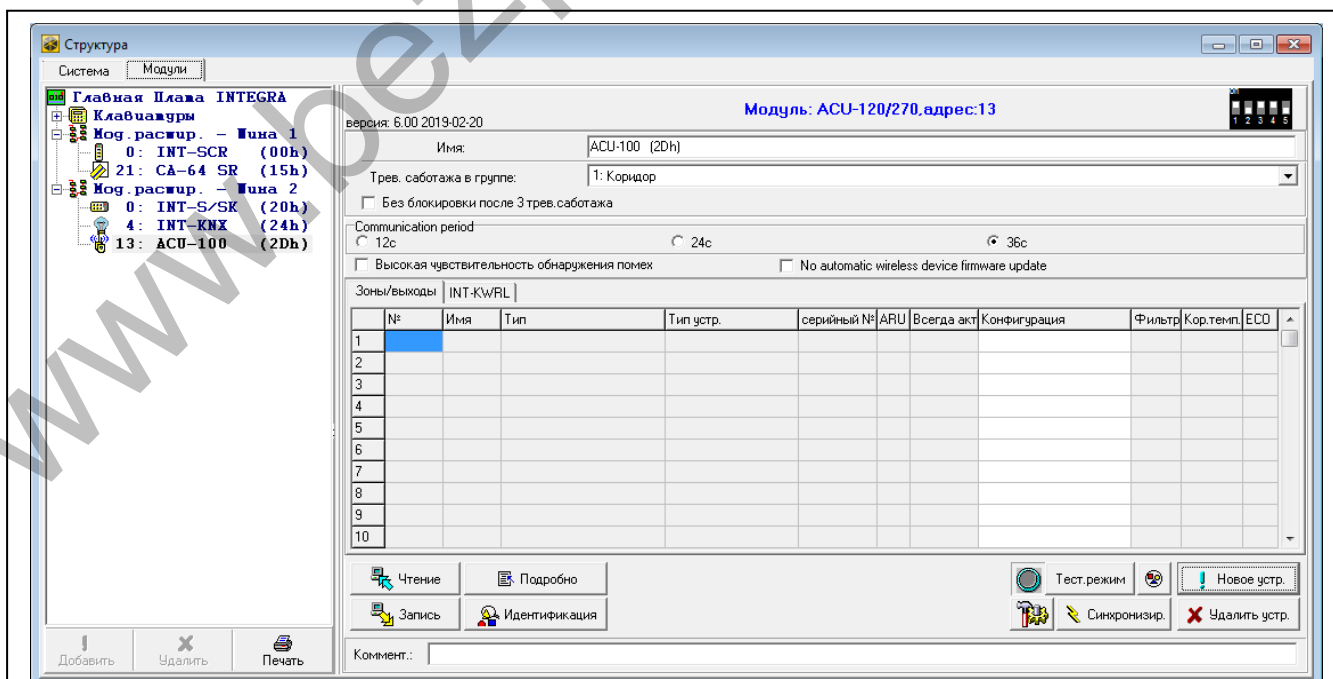

Рис. 21. Программа DLOADX: параметры и опции контроллера, подключенного к прибору INTEGRA / INTEGRA Plus.
- программа DLOADX: окно «Структура» → закладка «Модули» → ветка «Модули расширения» → [название контроллера] (рис. 21).